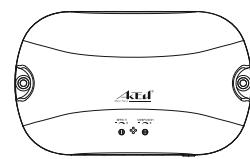

Рисунок 3. Расположение светильника
- 7.1 Выбрать место установки изделия таким образом, чтобы расстояние от источника звука до изделия не превышало 5 (пять) метров. При установке изделия на стене обязательно такое его расположение, чтобы отверстия микрофона акустического датчика располагались снизу (рис.3).